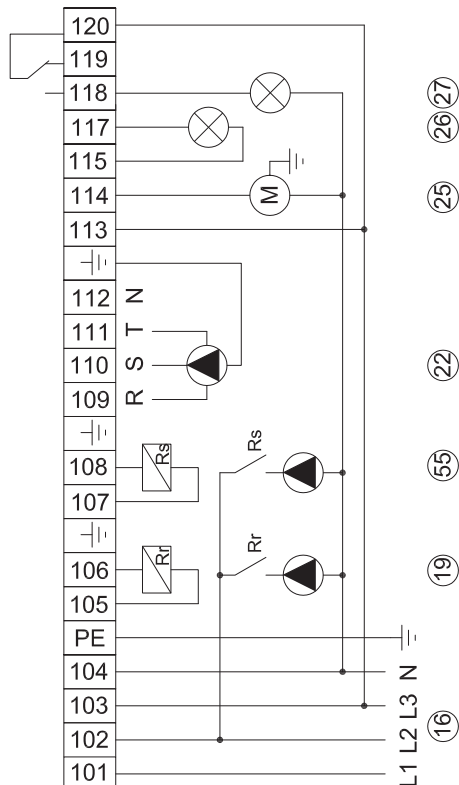

Figura 5-20 - Collegamenti elettrici
Per l'allacciamento del cavo del termostato ambiente, procedere come di seguito (fare riferimento alla Figura 5-20):
- 1.-collegare il sensore della temperatura esterna ai morsetti "16" e "17" (particolare "32") di Figura 5-20;
La temperatura di mandata può essere controllata tramite un ingresso 0-10Vdc o 4-20mA, che va collegato ai morsetti "14" e "15" di Figura 5-20.
La potenza del bruciatore può essere controllata tramite un ingresso 0-10Vdc o 4-20mA, che va collegato ai morsetti "14" e "15" di Figura 5-20.
L'apparecchio può essere controllato tramite protocollo MODBUS RTU. I morsetti di collegamento di tale protocollo sono il "36", "37" e "38" di Figura 5-20 (particolare "52").
Il contatto di allarme è presente nei morsetti "115" e "117" di Figura 5-20 (particolare "26"). E' una uscita a 230Vac che può sopportare un carico massimo di 1A.
L'apparecchio per produrre acqua calda sanitaria deve essere collegato ad un bollitore. Il collegamento idraulico deve essere eseguito come da Figura 5-10 o similare. Per il collegamento elettrico occorre procedere come di seguito (fare riferimento alla Figura 5-20):
### Legenda di Figura 5-20